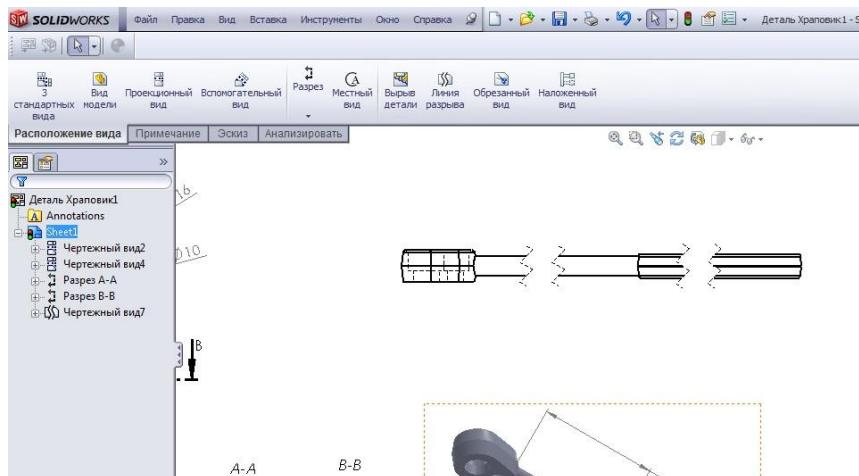

Рис. 8.4
**Розімкнуті види** дозволяють відображати довгі деталі зі збільшеним масштабом на листі креслення меншого розміру. Це виконується шляхом створення розриву на певному виді деталі за допомогою пари ліній розриву (рис. 8.4).